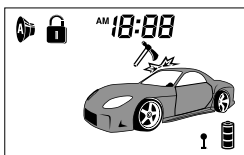

рис.4
- а) Тревога вызвана срабатыванием предупредительной зоны датчика удара или предупредительной зоной дополнительного датчика(если установлен). *Сирена издаст 3 «ЧИРПа», указатели поворотов вспыхнут 6 раз.* Индикация LCD дисплея см. рис.4.